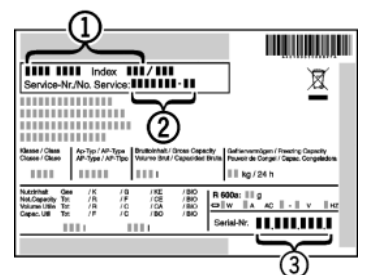

Fig. 7
- ▶ Наименование устройства Fig. 7 (1), сервисный № Fig. 7 (2) и серийный № Fig. 7 (3) считайте с заводской таблички. Заводская табличка находится внутри устройства слева.
- ▶ Обратитесь в сервисную службу и сообщите вид неисправности, наименование устройства *Fig. 7 (1)*, сервисный № *Fig. 7 (2)* и серийный № *Fig. 7 (3)*.